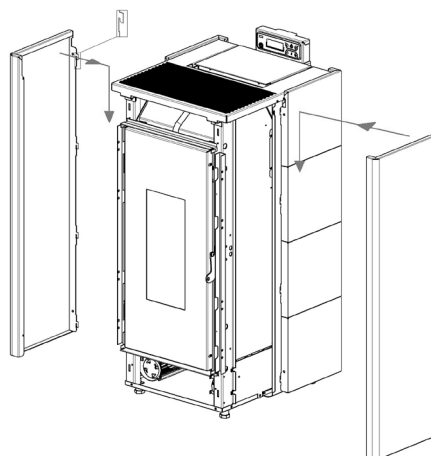

Fig. 38 - Priprnite plošče
- Priprnite barvne plošče: sprednji del se mora ujemati in zaskočiti med vodila na peči, nato pa zadaj priprnite z zobci (gl. **Fig. 38**).